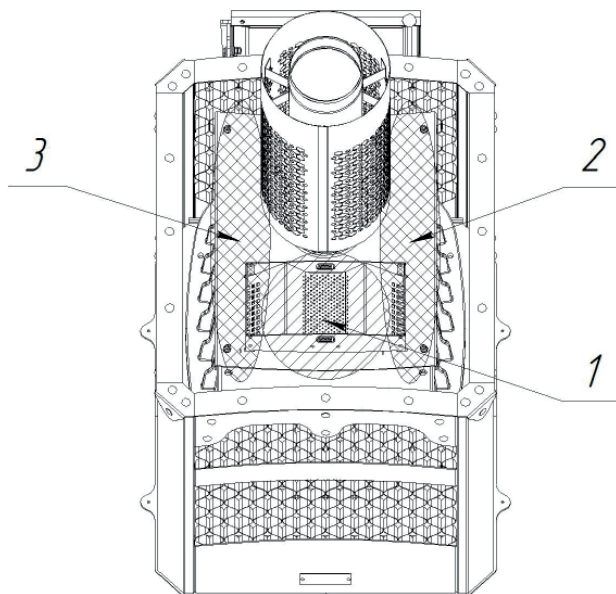

Рисунок 6 — Зоны подачи воды (камни не показаны)
В закрытой каменке реализована трёхзонная подача воды на камни. Подачу воды можно осуществлять вручную, используя крышку-селектор подачи воды. Поочередно подавая воду в каждую из трёх зон (рисунок 6, поз. 1, 2, 3) закрытой каменки, можно получить сухой мелкодисперсный пар спустя 30 минут после растопки печи. Оптимальные объем и частота подачи воды в каждую из трёх зон: 100-120 мл/3 мин.
- 1) подавая воду в зону 1 (рисунок 6), можно получить пар с наиболее прогретых камней, расположенных в передней части закрытой каменки;
- 2) подавая воду в зоны 2, 3 (рисунок 6), можно получить пар с камней, расположенных в боковых и задней частях закрытой каменки. При этом вода из крышки-се-